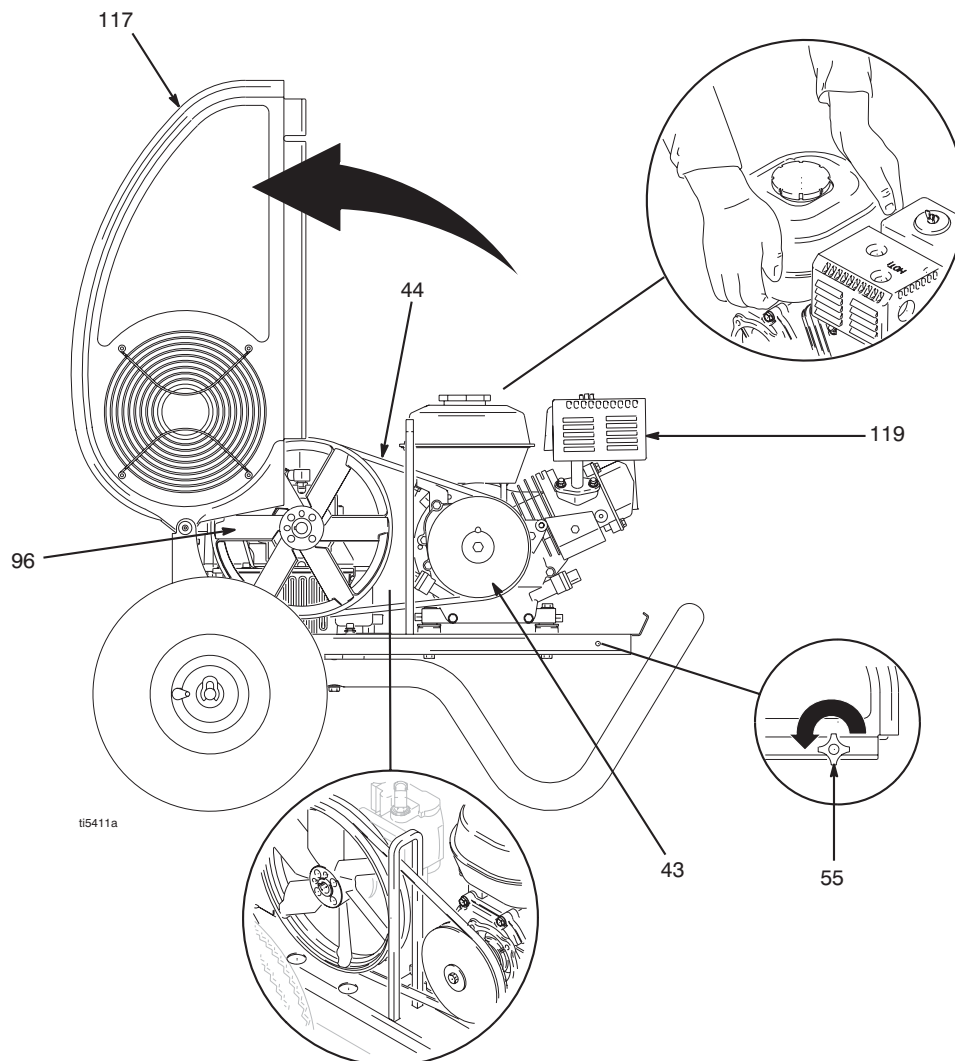

FIG. 3
1. Fig. 3. Desserrer le bouton du carter de courroie (55).
2. Faire pivoter le carter (117) vers le haut.
3. Soulever le moteur (119) pour détendre la courroie (44).
4. Enlever la courroie de la poulie (43) et de la poulie du ventilateur (96).